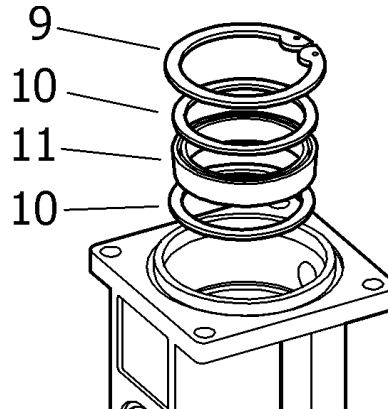

Fig. 10
5. Remove the pump piston (8) and the snap-ring (9), the washers (10) and the seal (11) (fig. 10). Check the pump piston for scoring and replace all damaged parts.
6. Assemble the pump following the previous instructions, reversing each step. Use Loctite #242 (or equivalent) sealer on the threads of the inverting set (4).
5. Quitar el vástago (8) y desmontar el anillo de seguridad (9), las arandelas (10) y el collarín (11) (Fig. 10). Verificar que el vástago no esté rayado y sustituir piezas deterioradas.
6. Volver a montar en orden contrario. Aplicar sellador en la rosca del conjunto inversor (4).
5. Retirer le piston (8) et démonter l'anneau de sécurité (9), les rondelles (10) ainsi que le collier (11) (voir Fig.10). S'assurer que le piston n'est pas rayé et remplacer les pièces endommagées si nécessaire.
6. Remonter le tout en suivant le processus inverse. Appliquer de la pâte d'étanchéité au niveau du filet de l'ensemble inverseur (4).